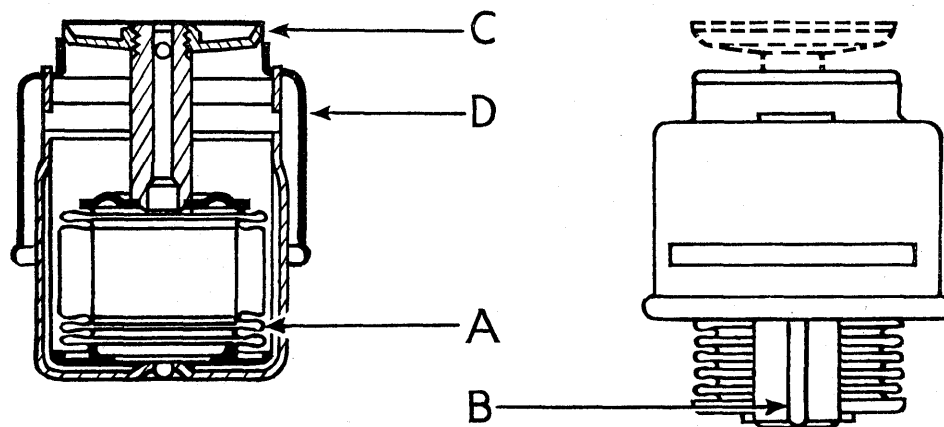
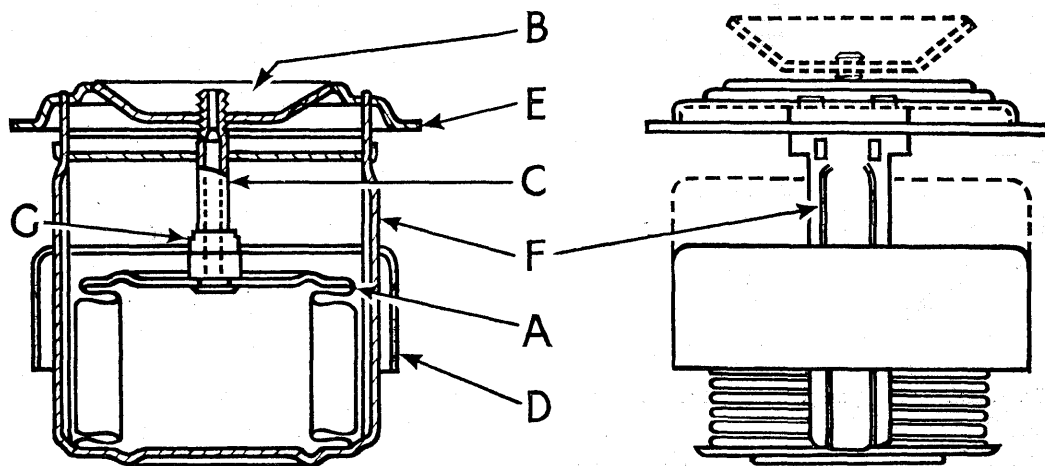
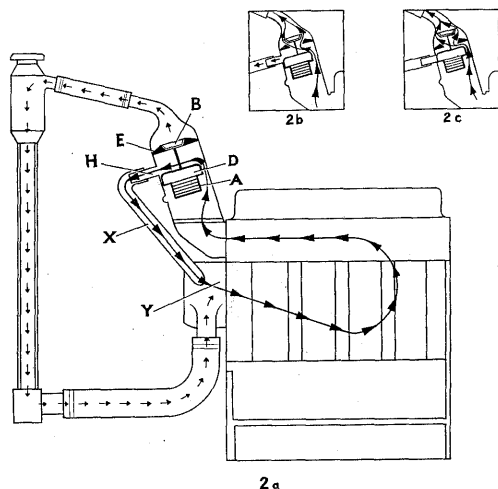

Fig. 6. Termostat for type TE-20.
Fig. 7. Termostat for type TE-A 20 og TE-D 20.
Fig. 8. Cirkulationen i kølesystemet (skematisk).
Systemet er et trykssystem med ventil i kølerdækslet. Den ældste type – TE – 20 – er forsynet med en termostat, monteret i øverste kølerslange; denne termostat er vist i fig. 6 – den er ikke anvendelig i de øvrige (nyere) typer. I type TE – A 20 anvendes den i fig. 7 viste termostat, monteret i et hus på boltet topstykket. Denne termostat har, foruden den normale ventil (B) i fig. 7, en ventil (D), som lukker for shuntledningen, når kølevæsken er varm – se fig. 8.